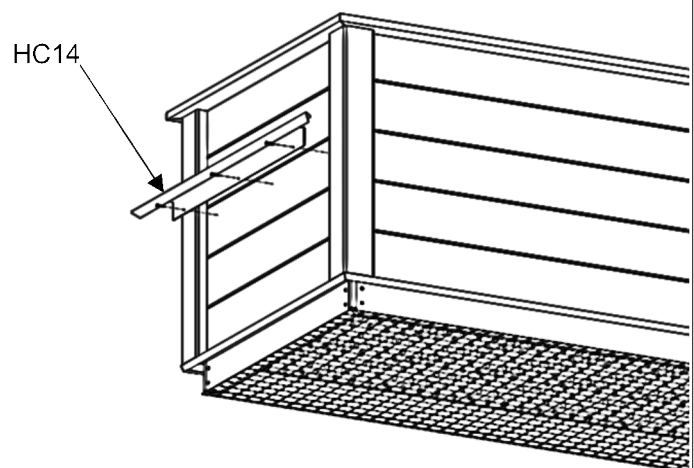

Abb. 16
- die Schneckenkante seitlich (Pos. HC14) mithilfe von drei Senkkopfholzschrauben (Pos. SH3) anschrauben (Abb. 16)
- die Schritte Abb.16 und Abb.17 mit den übrigen Schneckenkanten wiederholen